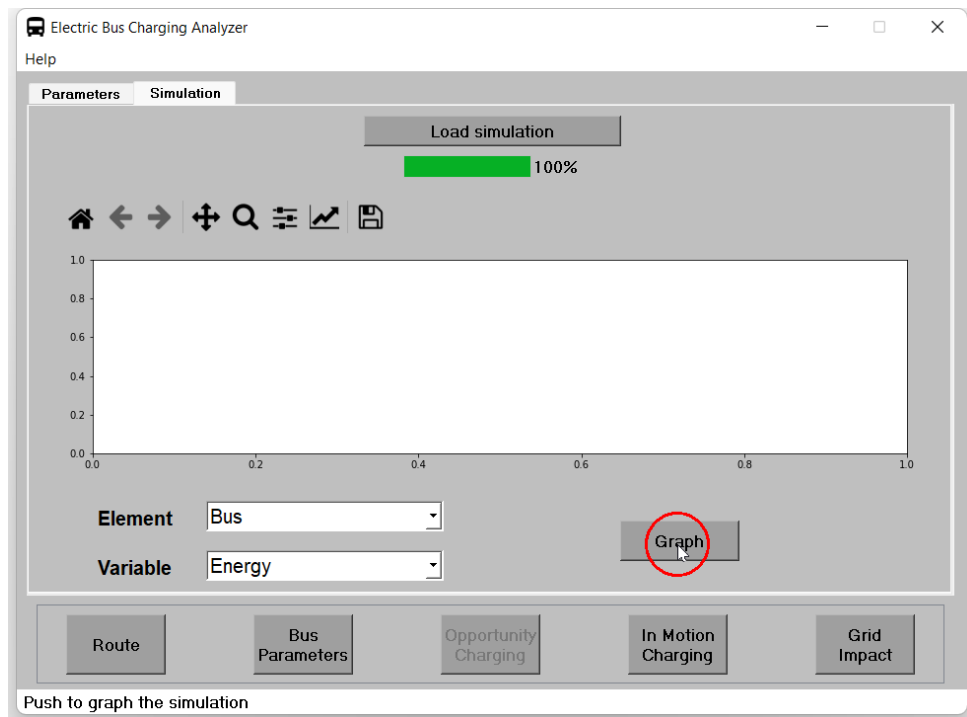

Figura 31: Generar gráfica de simulación.
4. Cuando la barra de carga llegue a 100 %, se procede a presionar **graph** (figura 31).